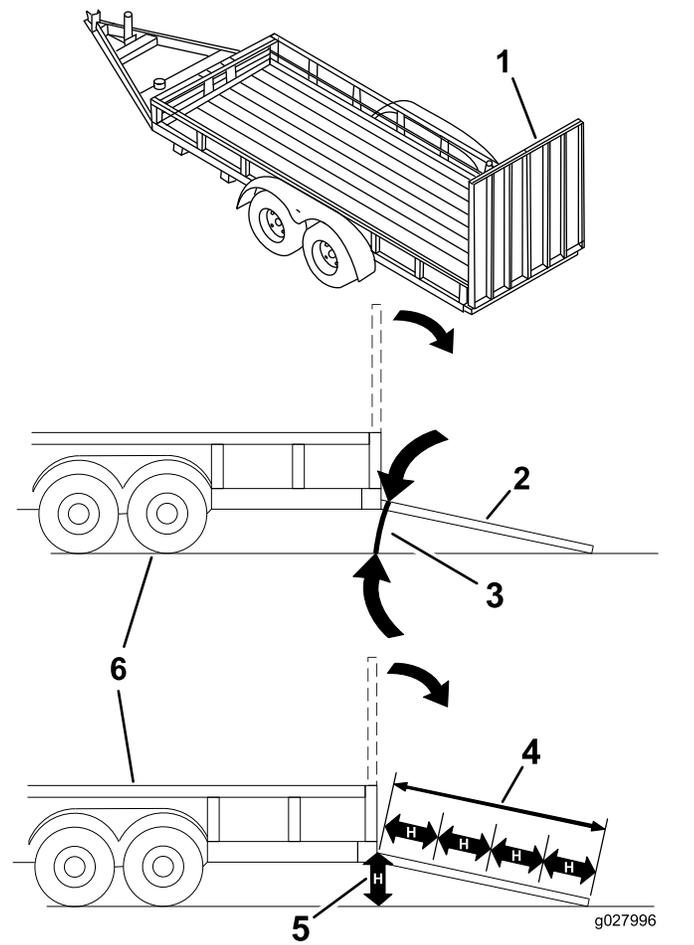

Figura 34
El cargar la máquina en un remolque o un camión aumenta la posibilidad de un vuelco y podría causar lesiones graves o la muerte (Figura 34).
3. Baje la rampa, asegurándose de que el ángulo entre la rampa y el suelo no supera los 15 grados (Figura 34).